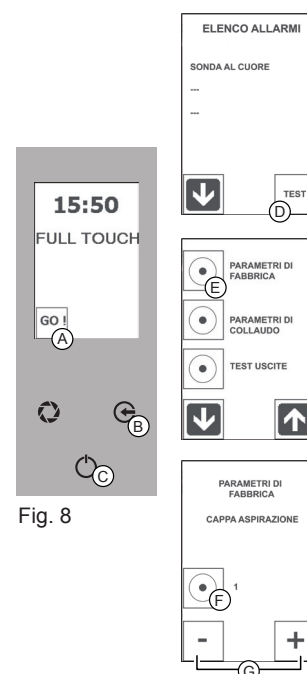

Fig. 8
1. "GO" drücken, um in das Hauptmenü zu gelangen (Fig. 8/a)
2. Gleichzeitig "GO" und "ON/OFF" drücken, um auf die Liste der Fehlermeldungen zu gelangen (Fig. 8/A+C)
3. "TEST" (Fig. 8/D) und "PARAMETER" (Fig. 8/E) drücken, um in die Parameter zu gelangen
4. Mehrmals "PLUS" (Fig. 8/G) drücken, bis zum Parameter "ABLUFTHAU-BE", dann "BESTÄTIGEN" drücken (Fig. 8/F), um in die Funktionen zu gelangen.
5. Mit der "PLUS" Taste den Parameter auf "1" stellen und "BESTÄTIGEN" zum Speichern drücken (Fig. 8/F)
Einige Male "ESC" drücken (Fig. 8/B) um aus den Funktionen zu gelangen und zum Startbildschirm zu gelangen.